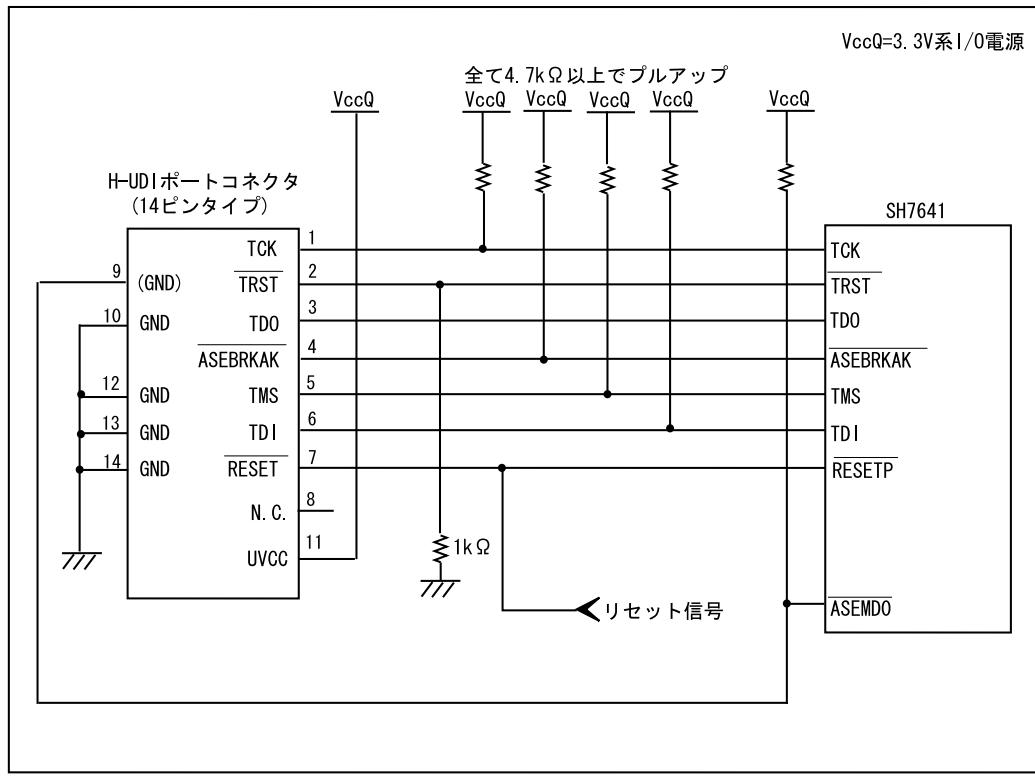

図 1.5 E10A-USB 使用時の H-UDI ポートコネクタ - チップ間の推奨接続例
- 図 1.5 推奨接続例で回路を組んだ場合の E10A-USB エミュレータのスイッチ設定：SW2=1, SW3=1 スイッチ設定の詳細は、「SuperH™ファミリ用 E10A-USB エミュレータユーザーズマニュアル デバッガ編 3.8 章 DIP スイッチの設定」を参照してください。